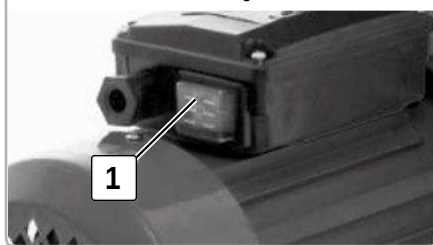

Fig.10
- Avant de démarrer le broyeur, mettre la lame de réglage du débit (10) en position FERMÉE ;
- Tourner l'interrupteur MARCHE/ARRÊT du moteur électrique sur la position MARCHE, Fig.10 ;